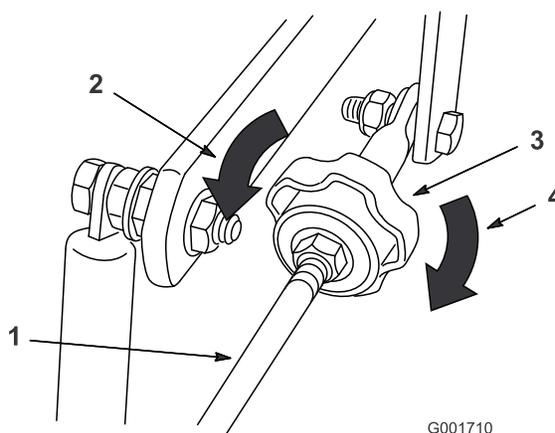

Figure 58
4. Pour que la machine tire à droite, tournez le bouton vers la droite de la machine (voir Figure 58).
5. Pour que la machine tire à gauche, tournez le bouton vers la gauche de la machine (voir Figure 58).